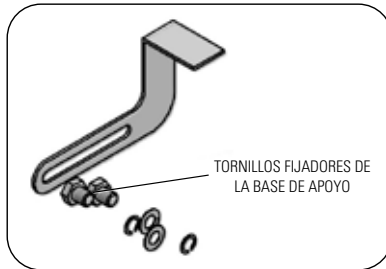

FIGURA 9.1
2. Ajuste la distancia entre el disco y la base de apoyo para herramienta con el objetivo de mantener 1/16" (1,6 mm) o menos, en la medida en que el diámetro del disco disminuye con el uso. Figura 9.1. Realice el ajuste cuando exista interferencia. El ajuste apropiado de las bases de apoyo de herramienta proporcionará el ángulo adecuado para un esmerilado eficiente;